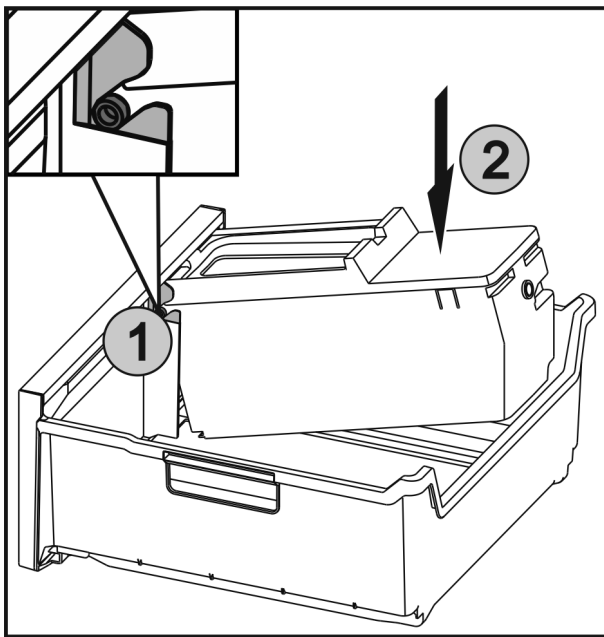

Fig. 33
- ▶ Вставить оси Fig. 33 (1) на EasyTwist-Ice в направляющие и вдавить заднюю сторону Fig. 33 (2) до фиксации наклейки.